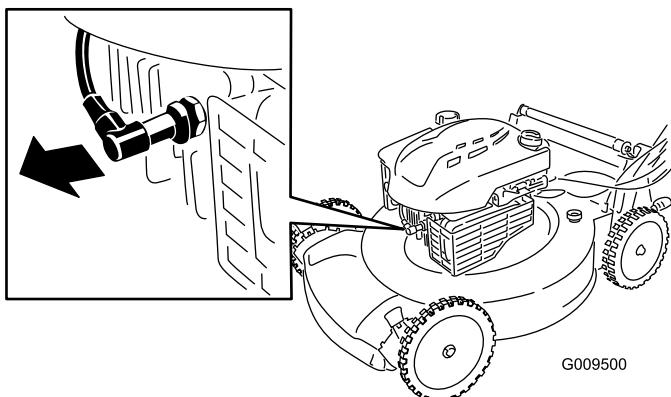

Figura 17
- Desconecte el cable de la bujía (Figura 17) antes de realizar cualquier procedimiento de mantenimiento.